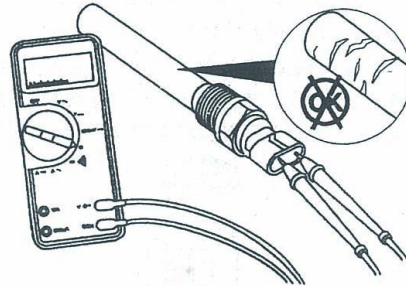

图 1-351 测量机油加热器芯电阻
- 4) 测量机油加热器芯电阻, 见图 1-351。规定电阻值为 $91 \sim 101 \Omega$ 。